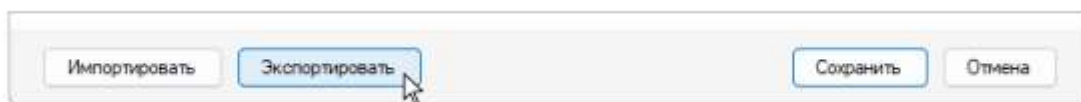

Рисунок 7.4.1 – Экспорт средства поражения
2. В окне **Параметры средства поражения** вызвать стандартное окно обозревателя файлов и папок нажав кнопку **Экспортировать** (см. Рис. 7.4.1).